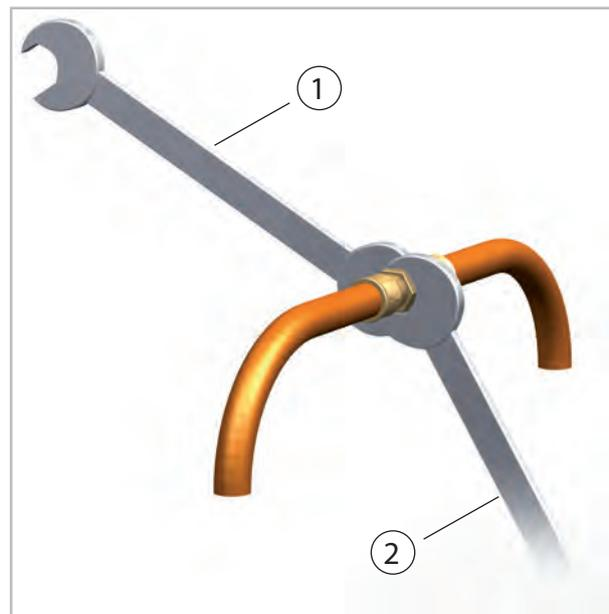

Abb. 22: Verschraubungen anziehen
11. ➤ Befestigen Sie nun endgültig die Verschraubungen mit 2 Drehmomentschlüsseln geeigneter Schlüsselweite. Halten Sie während des Schraubens auf jeden Fall mit einem Maulschlüssel gegen (Abb. 22).